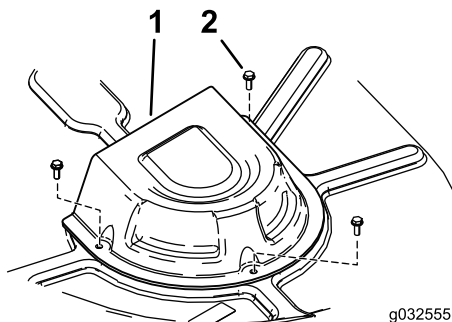

Figura 59
4. Retire las cubiertas de la polea (Figura 59).
8. Instale las cubiertas de la polea (Figura 59).